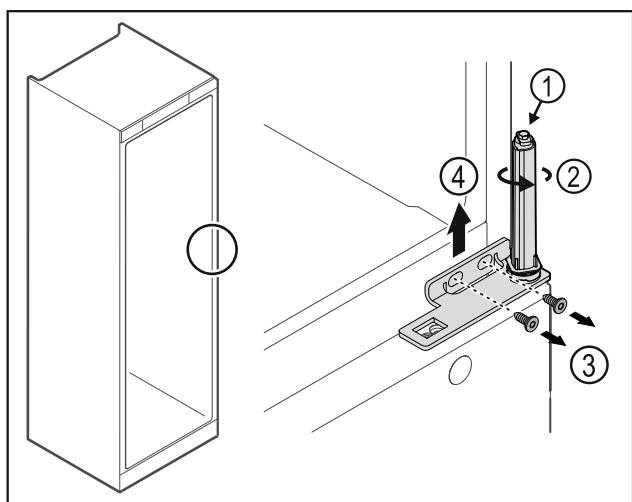

Fig. 27
- ▶ Nerozebírejte uzávěrací systém dvířek Fig. 27 (1).
- ▶ Otáčejte uzávěracím systémem Fig. 27 (2), dokud nezacvakne.
- ▶ Povolte šrouby Fig. 27 (3), úhelník závěsu vyjměte směrem nahoru Fig. 27 (4).